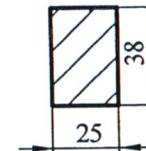

Рис.1
4.6 Выполнить отверстия в удобном для водителя месте для установки переключателей управления ЭСП (см. рис.1).